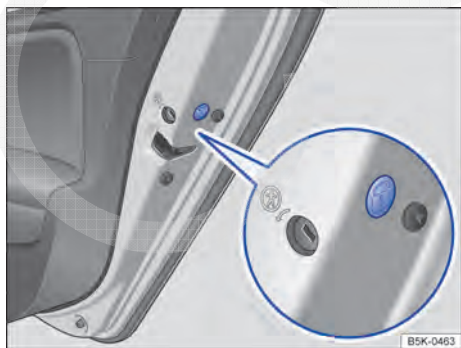

Fig. 215 Na parte dianteira da porta traseira direita: travamento de emergência, coberto por uma vedação de borracha.
- Remover a vedação de borracha da parte dianteira da porta. A vedação está identificada por uma fechadura **⓪** → Fig. 215.